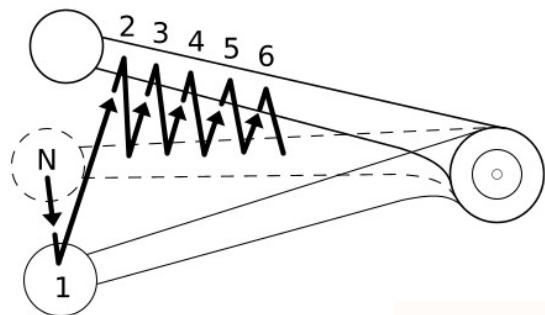

Figura 46. Sequenza di cambio marcia: Passaggio a una marcia superiore
1. Vedere Figura 46. Chiudere il comando del gas.